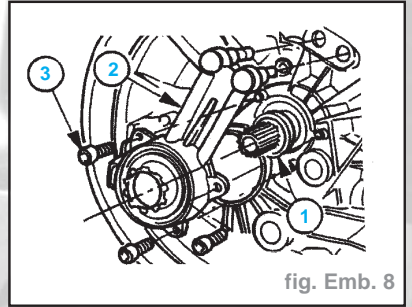

fig. Emb. 8
- Poser un arrêt d'huile radial neuf (1) (fig. Emb. 8).